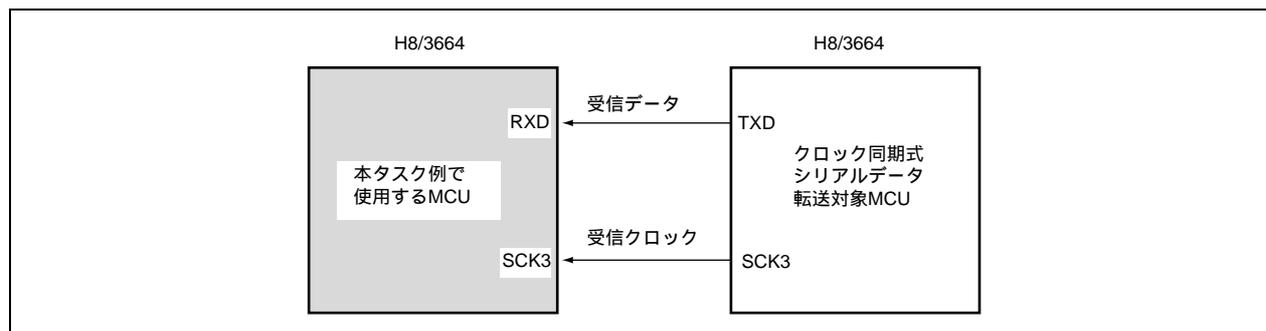

図 1.1 クロック同期式シリアルデータ受信
1. 図 1.1 に示すようにクロック同期式シリアル転送機能を使用して、4 バイトの 8 ビットデータの受信を行ないます。